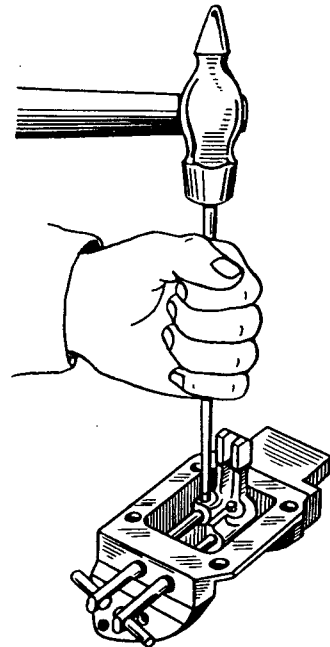

Bild 110. Zerlegen der Gangschalteinrichtung
18. Verschlussstopfen (5 Stück) aus dem Schaltdeckelkörper ausschlagen. Stifte aus den Hebeln in Richtung der ausgebauten Stopfen austreiben (Bild 110).